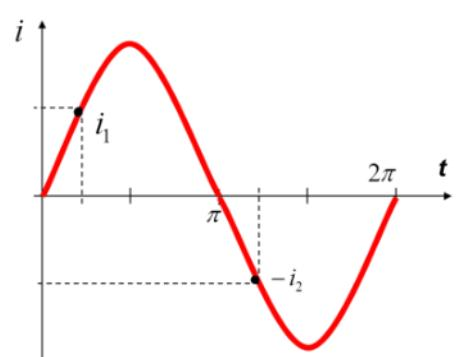

рис.4
- Мгновенные значения тока  $i$ , напряжения  $u$ , эдс  $e$  (рис.4) – значения этих величин в любой момент времени. Изменяются по синусоидальному закону: